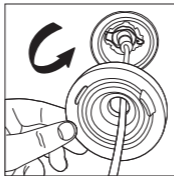

図 5
- 5.6 図5に示すように、LED4のバーナー上にガスケットを取り付け、正しい位置にあることを確認します。